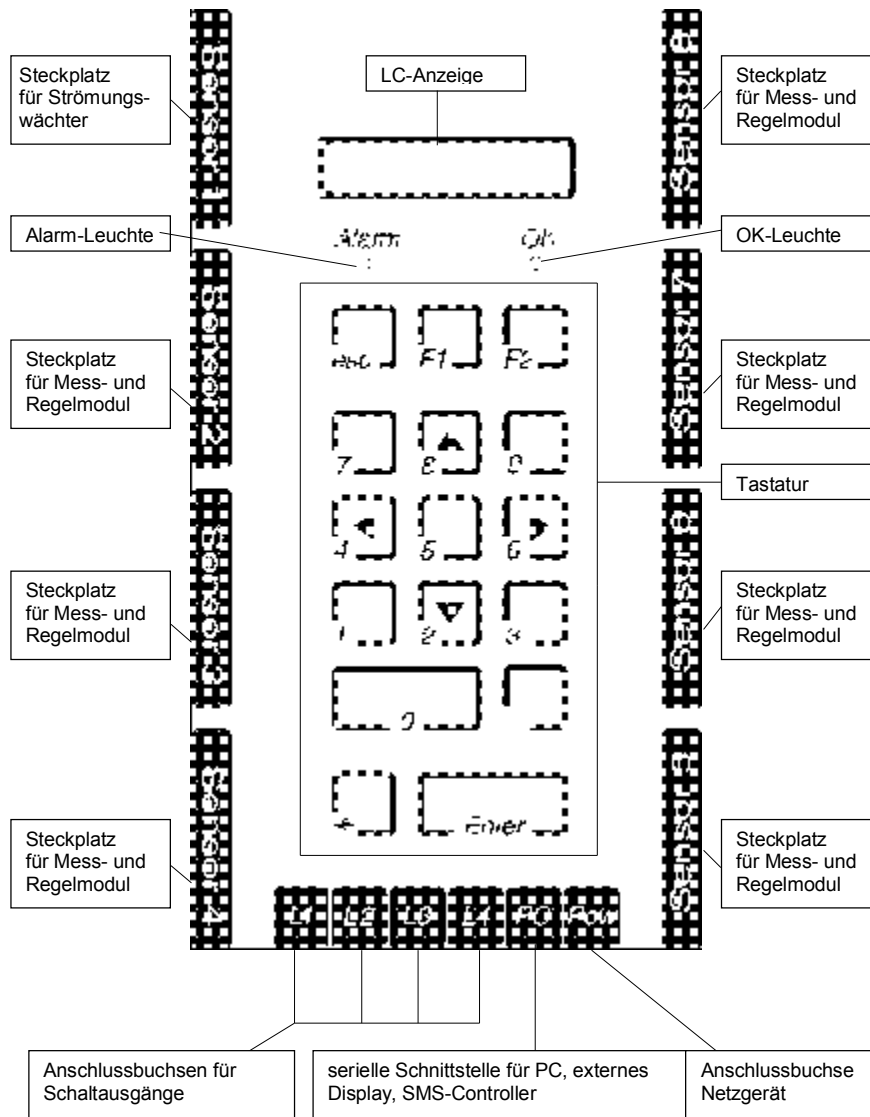
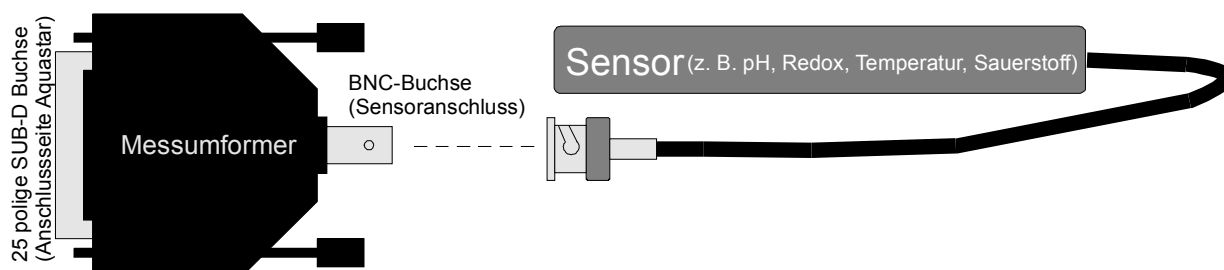

Bild 1
Bild 2: Mess- und Regelmodul
In **Punkt 3** wird Ihnen anhand einer Grafik (Bild1) das Steuergerät *iks aquastar*, welches das Herzstück der *pond pilot* Anlage ist, vorgestellt und der Lieferumfang wird erläutert. Danach wissen Sie, wo Sie die Sensormodule, die Schaltausgänge, die Stromversorgung und den PC anschließen können.
- ein Messumformer (siehe Bild 2)
Wie aus der Grafik (Bild 1) hervorgeht, besitzt der *pond pilot* acht Steckplätze für Mess- und Regelmodule. **Auf Steckplatz 1 muss der Strömungswächter angeschlossen werden!** Bei den verbleibenden sieben Steckplätzen bleibt es Ihnen überlassen, auf welchen Steckplatz Sie ein bestimmtes Modul stecken. Bitte beachten Sie aber, dass Sie beim Einstecken und Entfernen eines Moduls unbedingt die **Stromversorgung abschalten** müssen, um eventuelle Schäden zu vermeiden. Ein Mess- und Regelmodul besteht aus einem Sensor (z. B. Temperaturfühler, pH-Elektrode usw.) und einem Messumformer, welcher sich in einem schwarzen Steckergehäuse (SUB-D) befindet (siehe Bild 2). Pegel- und Leitwertensoren sind direkt mit dem 25-poligen Stecker (Messumformer) verbunden. Sie können jetzt die **Module (Stromversorgung aus ?)** anschließen (zuvor schwarze Schutzkappe am aquastar entfernen). Durch ihre asymmetrische Form passen die Stecker nur in der richtigen Richtung in die Buchsen. Vergessen Sie nicht, den entsprechenden Sensor an den Messumformer anzuschließen. Nachdem Sie ein Modul angeschlossen haben, sollten Sie noch die zwei Sicherungsschrauben (schwarzes Steckergehäuse) anziehen, um ein versehentliches Herausrutschen der Module zu verhindern.
Wie aus Bild 1 ersichtlich, können Sie bis zu vier Schaltausgangs-Module an L1 bis L4 (mit insgesamt 16 einzeln schaltbaren/regelbaren Ausgängen/Steckdosen) an den *iks aquastar* anschließen. Die Steckplätze sind mit L1 bis L4 gekennzeichnet. Die Ausgänge an L1 erhalten die Nummern 1 bis 4, an L2 die Nummern 5 bis 8, an L3 die Nummern 9 bis 12 und an L4 schließlich die Nummern 13 bis 16. Wenn Sie lediglich im Besitz eines Schaltausgangs-Modules sind, empfehlen wir Ihnen, dieses an Steckplatz L1 anzuschließen. Sie können es auf Wunsch aber auch an L2, L3 oder L4 anschließen. Bedenken Sie aber dabei, dass sich die Zuordnungsnummern der Ausgänge dementsprechend ändern (s.o.).